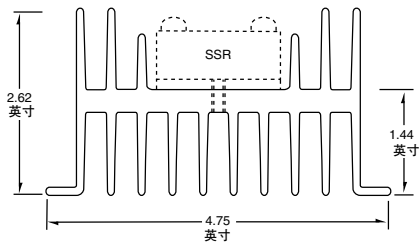
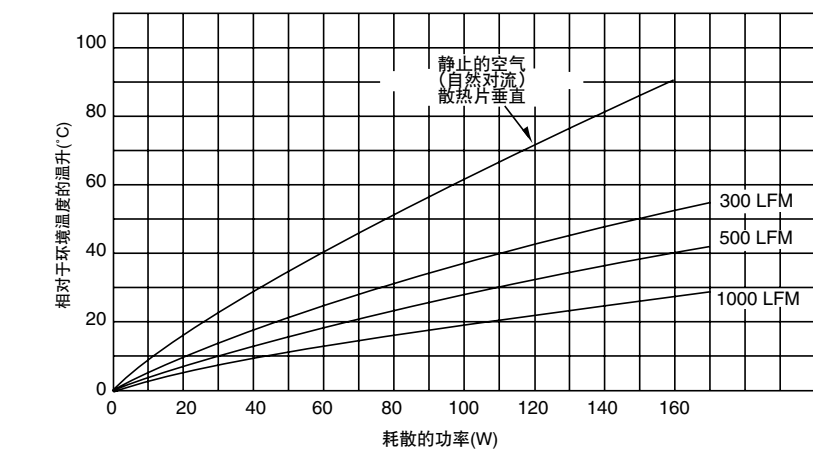

图22: 典型的重型压铝散热片的端部视图
图23: 重型散热片的典型自由运动空气特性，温升与耗散的功率
作为一般规则，2英寸长的挤压散热片（曲线(a)）适合额定值最高为10A的SSR，而4英寸长（曲线(b)）的将用在额定值最高为20A的SSR上。对于额定值大于20A的电力SSR，则需要图22所示的重型散热片。5.5英寸长的挤压散热片的性能接近于图23所示的特性。
并非所有散热片制造商都用°C/W来表示散热片的特性。有些制造商用相对于环境温度的温升值表示，如图23所示。在这种情况下，通过用功率耗散 (W) 除以温升(°C)来得到 $R_{\theta SA}$ 的值。例如：取功率耗散刻度轴上60W的点，自由空气曲线将指示40度的温升。因此：